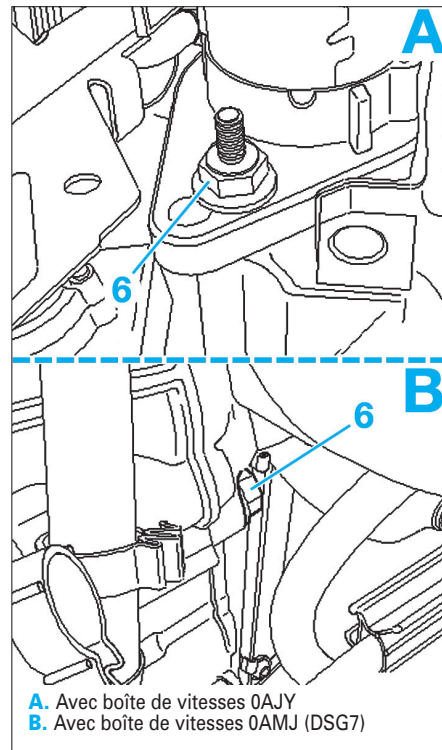

Fig. 8
- Déposer la vis de fixation (6) inférieure du démarreur (Fig.8).